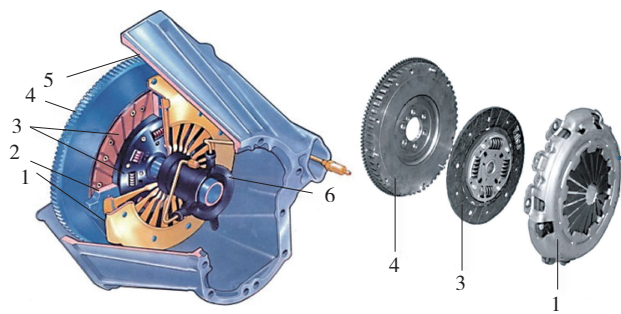
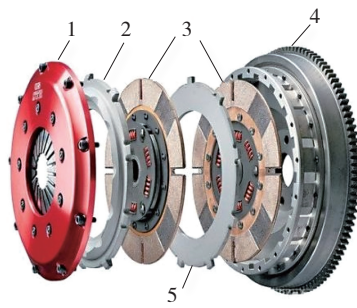

图 1-1-3 单片离合器
图 1-1-4 双片离合器
(2) 根据从动盘的数目不同,分为单片离合器(图 1-1-3)和双片离合器。单片干式离合器对一般车辆已经足够了,但是对于动力更强的载货车或者轨道车辆,还需要双片干式离合器,它多了一套离合器摩擦片,扭矩容量也更大,如图 1-1-4 所示。